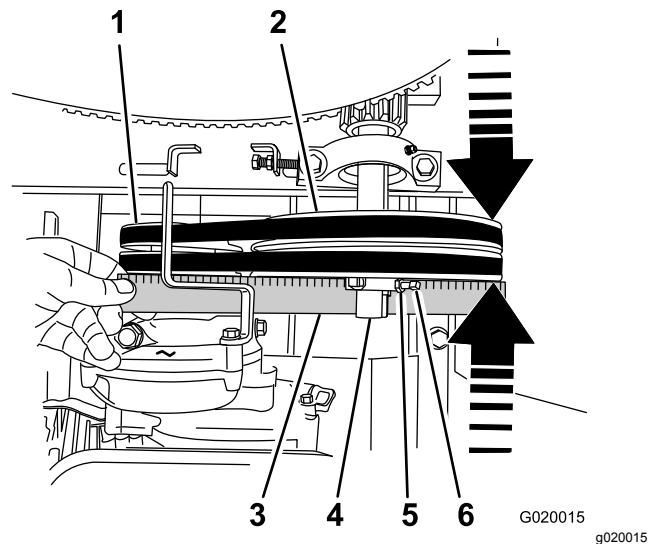

Figura 76
2. Coloque una regla sobre las caras de la polea del motor y de la polea tensora (Figura 76).
- B. Afloje las contratuercas y los tornillos de fijación que sujetan la polea tensora al eje (Figura 76).
- C. Dando golpecitos con un mazo de goma, mueva la polea tensora hacia adelante o hacia atrás en el eje hasta que la polea del motor y la polea tensora estén alineadas con la regla (Figura 76).
- D. Apriete los tornillos de fijación y las contratuercas que sujetan la polea tensora al eje (Figura 76).